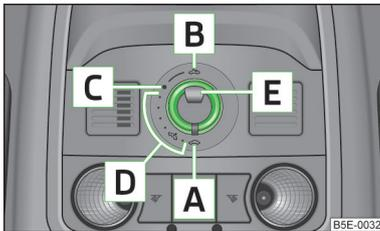

Abb. 24
- Wurde die Batterie abgeklemmt und wieder angeklemmt, kann es passieren, dass das Schiebe-/Ausstelldach außer Funktion ist. Dann den Drehschalter in die Schalterstellung **A** » Abb. 24 auf Seite 43 stellen, ziehen und an der Aussparung nach unten und vorn festhalten. Nach etwa 10 Sekunden geht das Schiebe-/Ausstelldach auf und wieder zu. Erst danach den Drehschalter wieder loslassen.
- Den Schalter in Stellung **C** » Abb. 24 drehen.
- Den Schalter in Stellung **A** » Abb. 24 drehen.